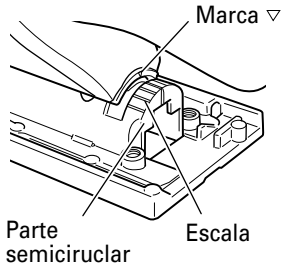

Fig. 21
- (2) Alinee la escala (desde 0 grado a 45 grados en incrementos de 15 grados) del parte semicircular de la base con la marca [▽] de la cubierta del engranaje. (Fig. 21)